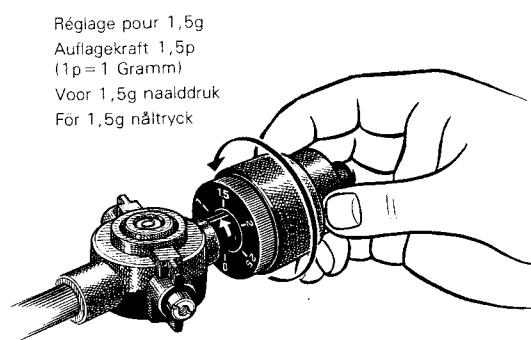

Fig. 10
5. Tourner le contrepoids vers la droite jusqu'à ce que la bague indique la force d'appui recommandée pour votre phonocapteur. (Fig. 10)
5. Gegengewicht so lange im Uhrzeigersinn drehen, bis am Stellring die für das verwendete Tonabnehmersystem vorgeschriebene Auflagekraft erscheint. Fig. 10 zeigt eine Einstellung von 1,5 pond (1p = 1 Gramm).
5. Draai nu het kontragewicht rechtsom, tot de schaalverdeling de voor het element aanbevolen naalddruk aanwijst. Deze waarde valt dan samen met de lijn op de toonarm. (Fig. 10)
5. Vrid motvikten åt höger till det nåltrycksvärde som rekommenderas för er pickup. (Fig. 10)